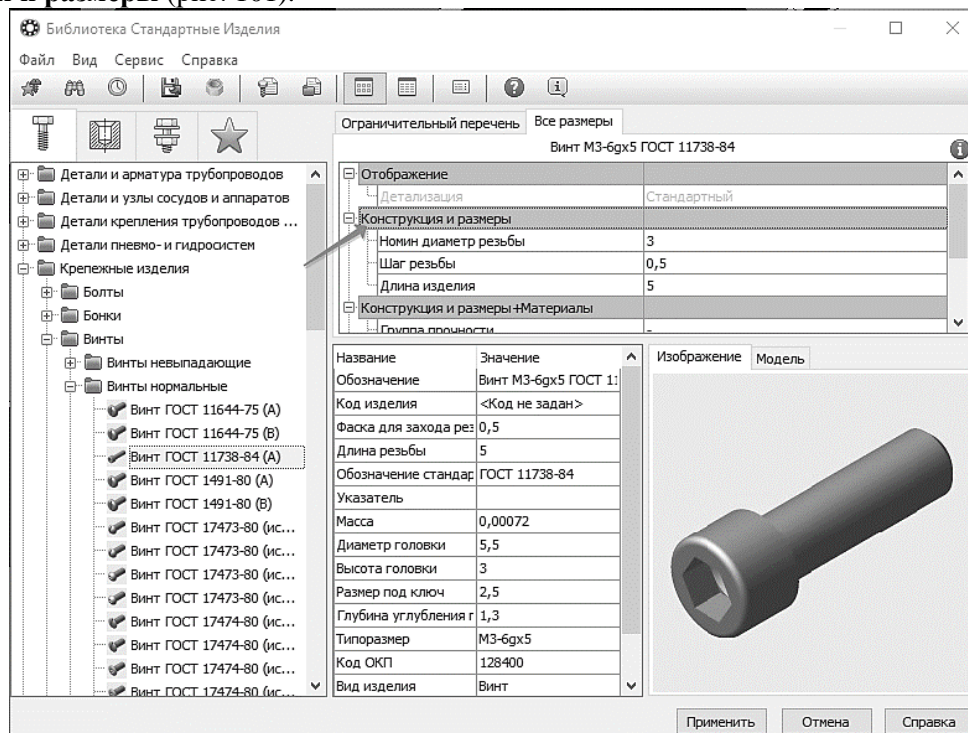

Рис. 101. Выбор конструкции и размера Винта
10.2.4В Области свойств выполните двойное нажатие левой кнопки мыши на поле **Конструкция и размеры** (рис. 101).